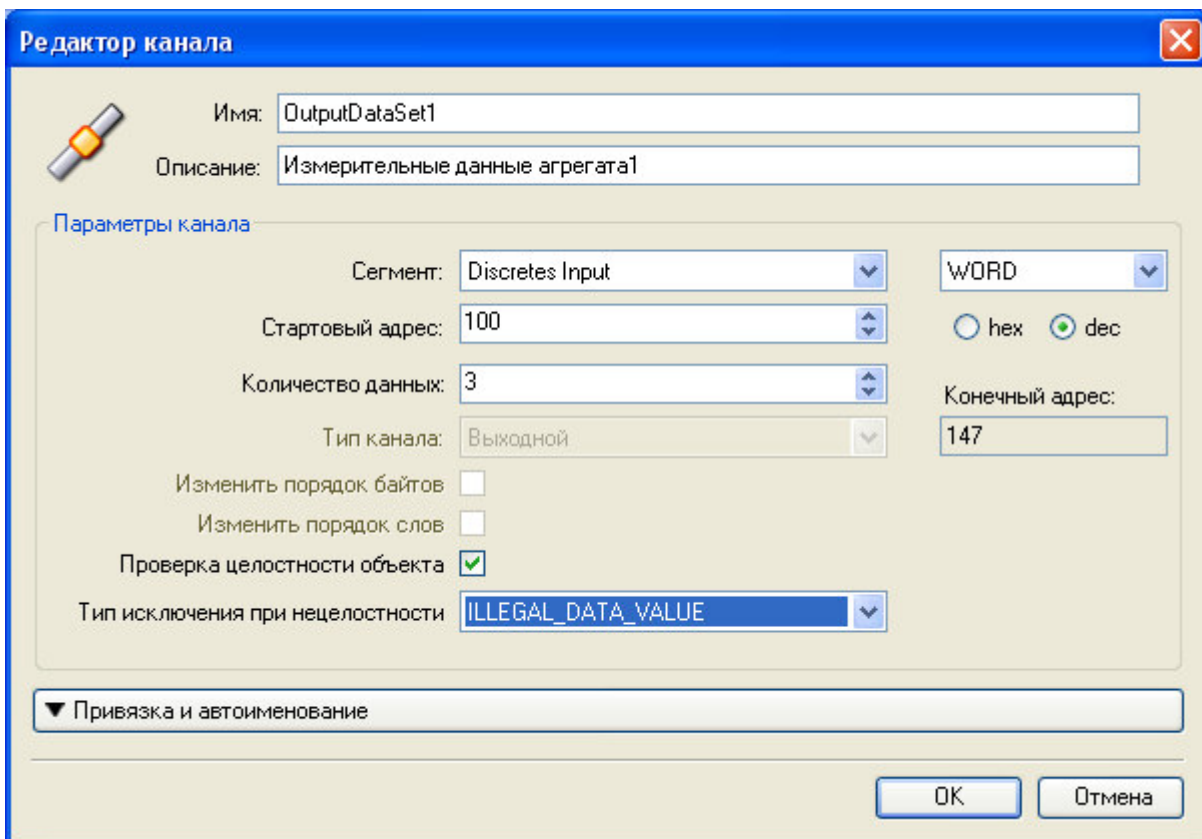

Рисунок 3.21 – Модуль Slave. Создание канала
- 4 В окне "Редактор канала" (рисунок 3.21) в поле *Имя:* задать имя канала, в поле *Описание:* текстовое описание канала.